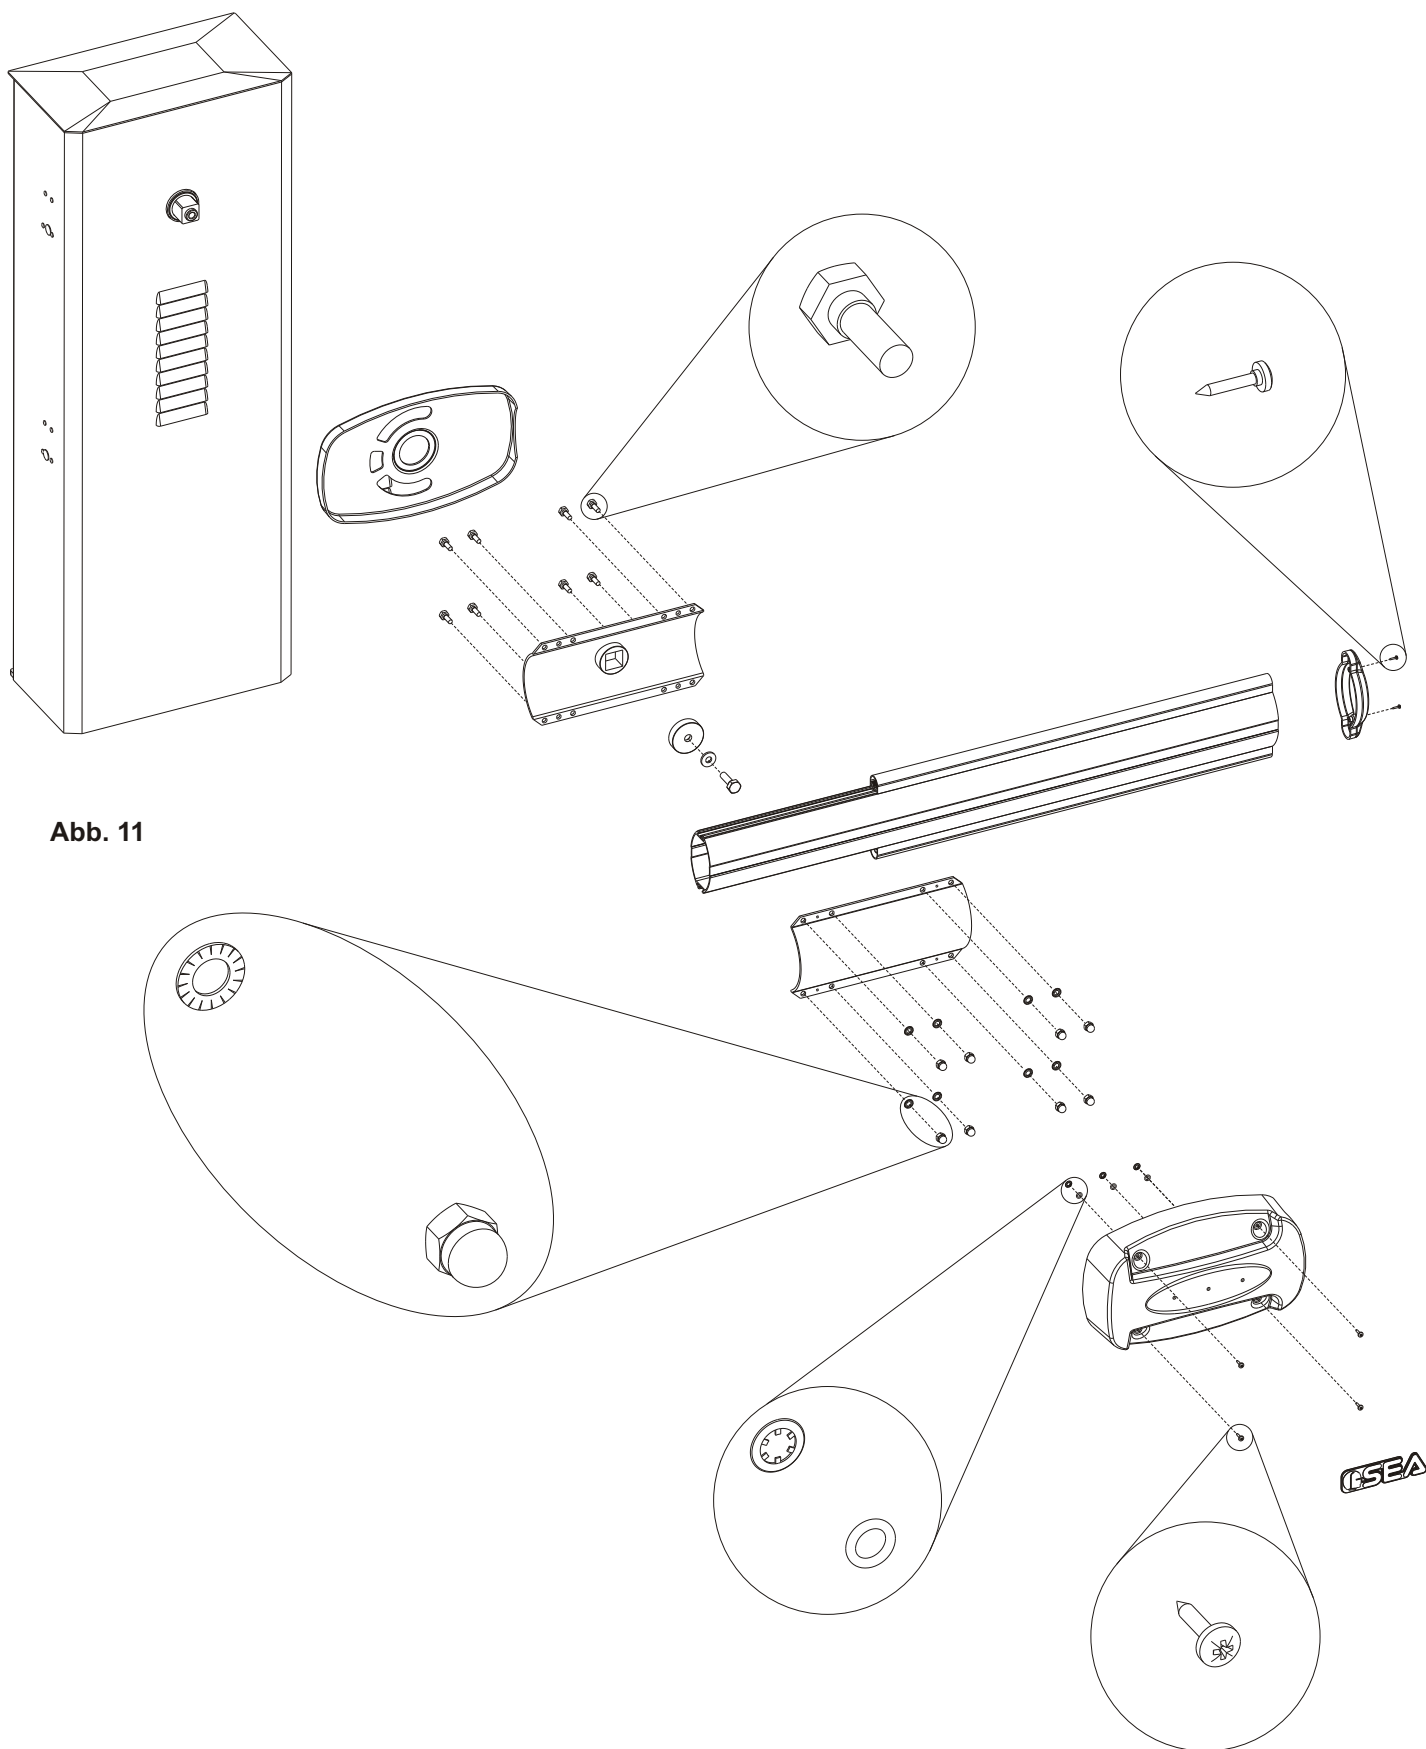

Abb. 11
6) Montage Schrankenbaum (Abb. 11)